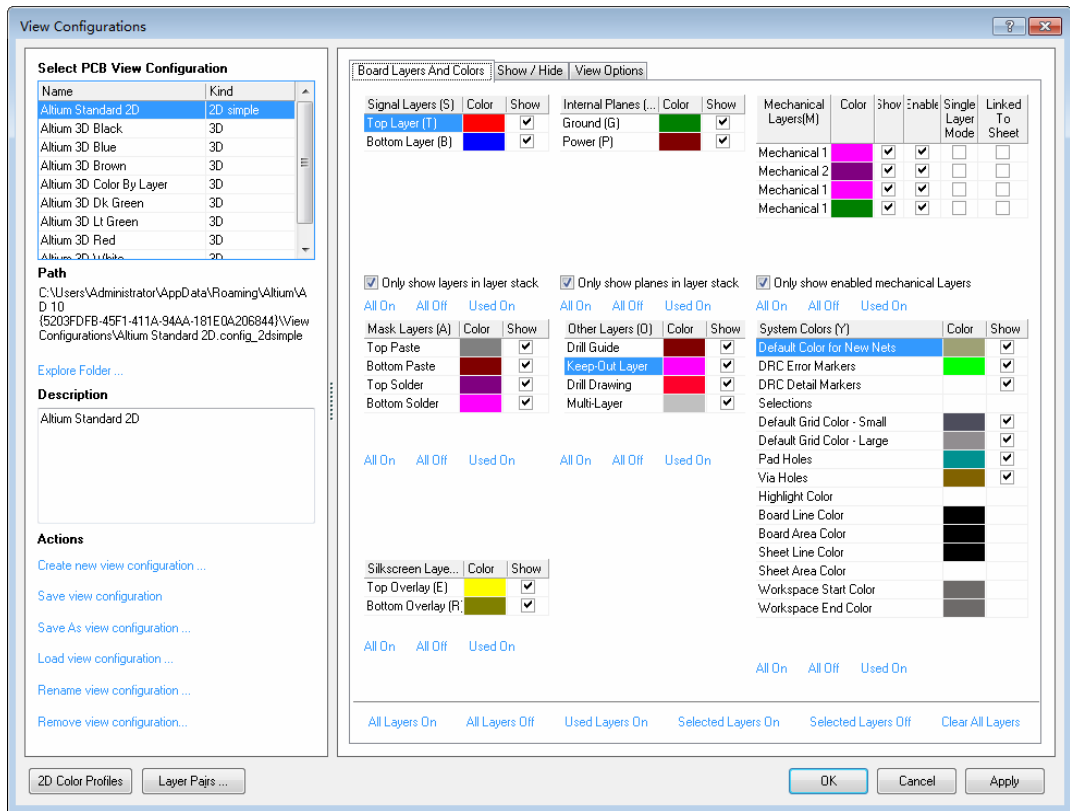

图 10-24 视图配置对话框之 Board Layers And Colors 选项卡
执行菜单命令 Design >> Board Layers & Colors 或者在 PCB 编辑窗口按下快捷键 L, 打开如图 10-24 所示的 View Configurations 对话框。对话框左边区域为 PCB 各种视图配置列表, 包括 2D 视图及各种基色的 3D 视图。列表下方为操作视图配置文件的选项。
① Signal Layers: 显示各信号层名称, 图 10-24 中包括了 Top Layer 和 Bottom Layer。
① **Internal Planes**: 显示各平面层名称, 图 10-24 中包括了 **Ground** 和 **Power** 平面层。
② **Color**: 单击颜色块, 在弹出的颜色选择框中设置对应平面层的颜色。
③ **Show**: 选中该复选框则在 PCB 编辑窗口显示对应的平面层及其上的各种对象, 否则不显示。列表下方的选项用来控制显示在列表中的平面层。
① **Mechanical Layers**: 显示各机械层名称, 图 10-24 中包括了 **Mechanical1**、**2**、**13** 和 **15**。
② **Color**: 单击颜色块, 在弹出的颜色选择框中设置对应机械层的颜色。
③ **Show**: 选中该复选框则在 PCB 编辑窗口显示对应的机械层及放置在其上的各种对象, 否则不显示。只有使能的机械层才能显示。
④ **Enabled**: 选中该复选框则使能机械层, 只有使能的机械层才会被使用, 才能成为板层集合的一部分, 才能被显示。
⑤ **Single Layer Mode**: 选中该复选框则在单层模式时可以显示该层上的设计对象。
⑥ **Links To Sheet**: 将机械层链接到 PCB 图纸, 通过这种方式可以创建自定义的 PCB 图纸大小。还需要在 Board Options 对话框 (Design >> Board Options) 中使能 Auto-size to linked layers 和 Display Sheet 选项, 同时使用菜单命令 View >> Fit Sheet, 这样图纸会进行缩放以刚好容纳所链接 (Link) 的机械层上的所有设计内容。
① **Mask Layers**: 显示各掩膜层名称, 图 10-24 中包括了顶层和底层阻焊层以及顶层和底层助焊层。
② **Color**: 单击颜色块, 在弹出的颜色选择框中设置对应掩膜层的颜色。
③ **Show**: 选中该复选框则在 PCB 编辑窗口显示对应的掩膜层及其上的各种对象, 否则不显示。列表下方的选项用来进行批量显示控制。
① **Other Layers**: 显示其他各层名称, 图 10-24 中包括了 Drill Guide、Keep-Out Layer、Drill Drawing、Multi-Layer。
② **Color**: 单击颜色块, 在弹出的颜色选择框中设置对应层的颜色。
③ **Show**: 选中该复选框则在 PCB 编辑窗口显示对应的层及其上的各种对象, 否则不显示。列表下方的选项用来进行批量显示控制。
① **Silkscreen Layers**: 显示各丝印层名称, 图 10-24 中包括了 Top Overlay、Bottom Overlay。
② **Color**: 单击颜色块, 在弹出的颜色选择框中设置对应丝印层的颜色。
③ **Show**: 选中该复选框则在 PCB 编辑窗口显示对应的丝印层及其上的各种对象, 否则不显示。列表下方的选项用来进行批量显示控制。